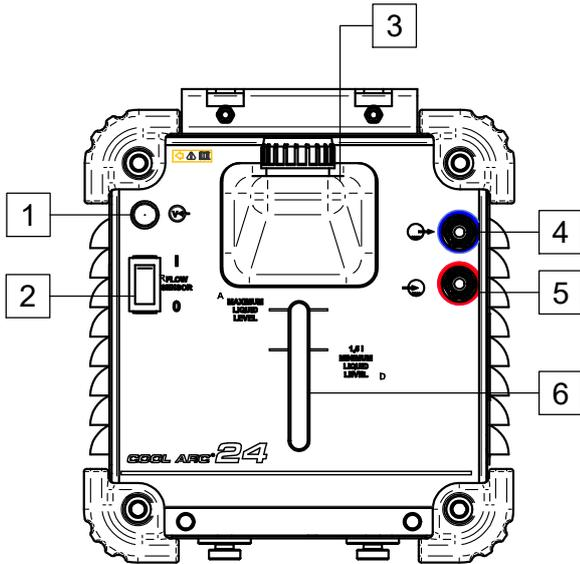

Figure 3
- Branchez les flexibles du refroidisseur liquide aux prises d'entrée [5] et de sortie [4] du refroidisseur (Figure 3).